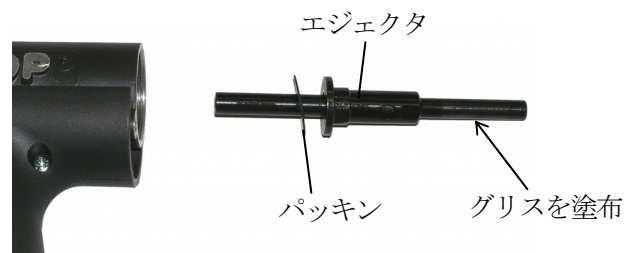

図7-8
- （5）新しいエジェクタと交換してください。交換時グリスを塗布し組付けてください。（図7-8）